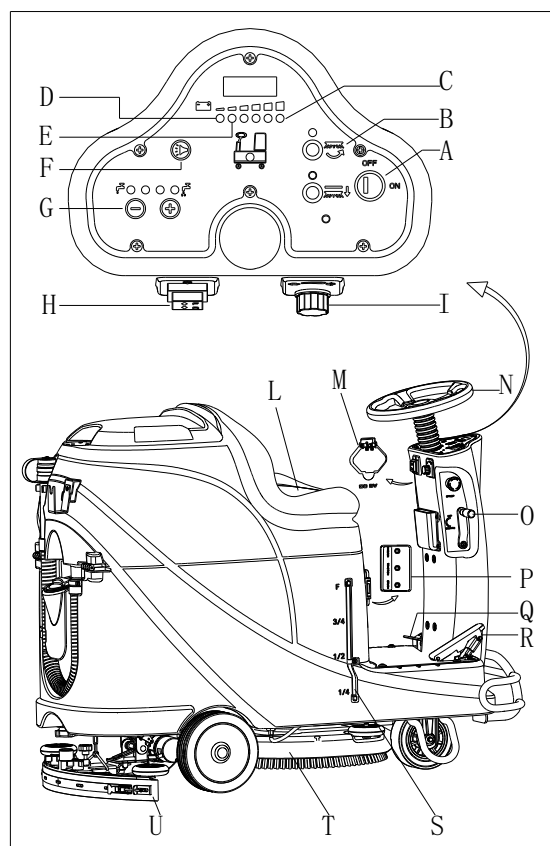

Figura 10
2. Sedersi sul sedile (L, Figura 10), inserire l'interruttore chiave (A) e ruotarlo su "ON". Se la luce verde (C) è accesa, le batterie sono cariche e pronte all'uso. Se la luce gialla (E) o rossa (D) è accesa, le batterie devono essere ricaricate prima dell'uso. [consultare i capitoli MANUTENZIONE per la ricarica della batteria]
11. Rilasciare il pedale dell'acceleratore (R, Figura 10), la macchina smette di funzionare.
12. Premere il tasto spazzole (B) per fermare il motore spazzole.
13. Sollevare il supporto spazzole (T) premendo il pedale (Q).
14. Sollevare il tergi-pavimento (U) mediante la leva di sollevamento/abbassamento del tergi-pavimento (O), e qualche secondo dopo il sistema di aspirazione verrà interrotto.